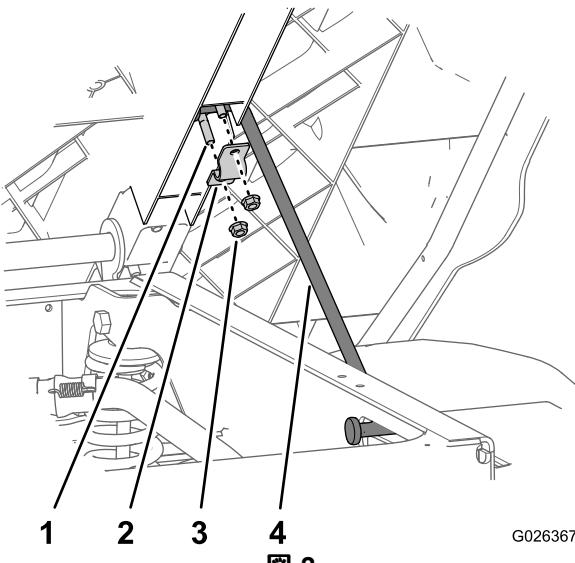

図 2
4. サドルブラケットと支え棒の上端を荷台に固定しているキャリッジボルト 2本 $5/16 \times 5$ インチと歯付きナット $5/16$ インチ2個を外す図2。